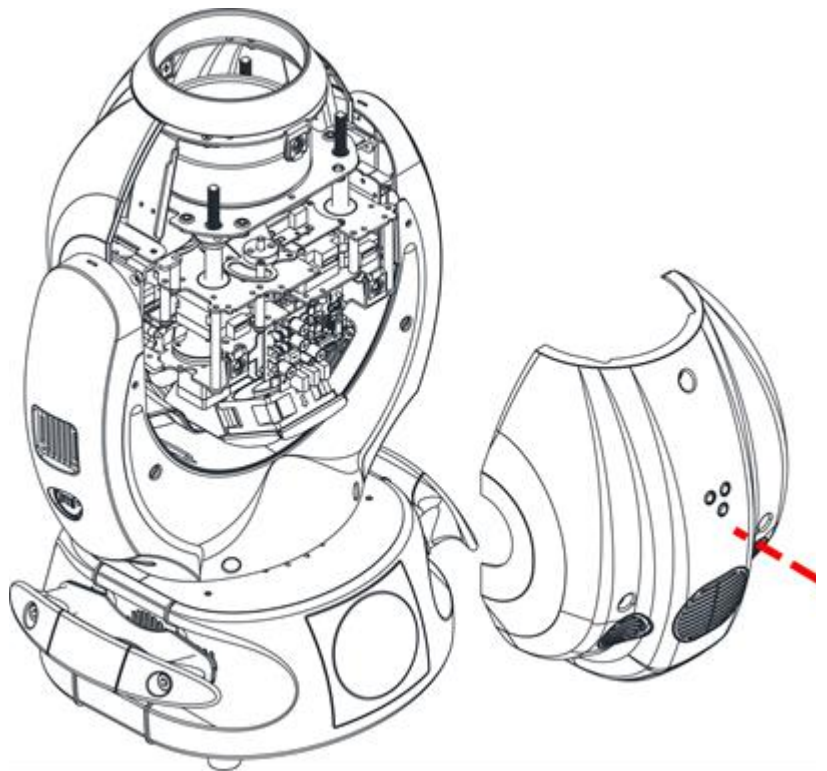

Abb. 2
2. Nachdem die Schrauben gelöst sind nehmen Sie die Abdeckungen ab (Abb. 2).